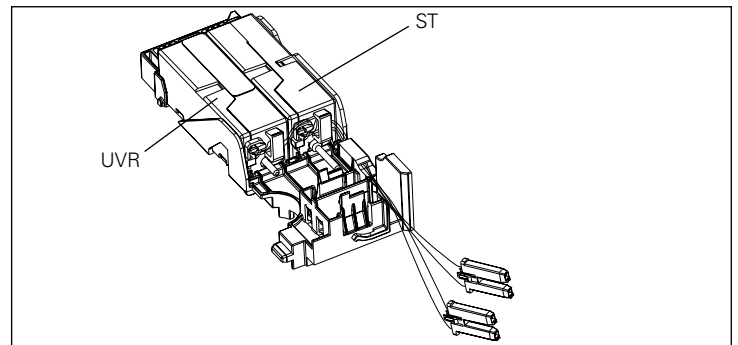

Abbildung 14. Schritt 8 (IZMX16).
Schritt 9: Überprüfen Sie, ob die Zubehörteile korrekt in den linken Zubehöreinschub eingesetzt wurden. Die Zubehörteile sollten wie in Abbildung 14 oder 15 dargestellt, eingesetzt und die Leitungen, wie dargestellt, verlegt sein.